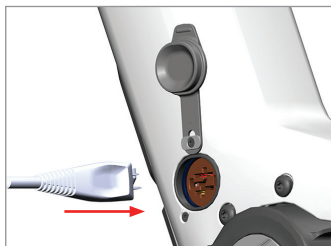

Figure 3
2. Insérez le câble d'alimentation du chargeur dans le chargeur et branchez le chargeur sur une prise de courant murale. Puis branchez le câble de charge sur le port de charge sur le vélo électrique, en vous assurant d'aligner le motif du connecteur mâle sur celui de la prise (figure 3).